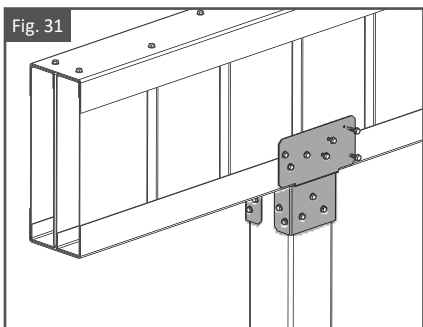

Fig. 32
- La saliente **máxima** permitida de la viga doble al poste es de 24" [610 mm], como se muestra en la Fig. 32.